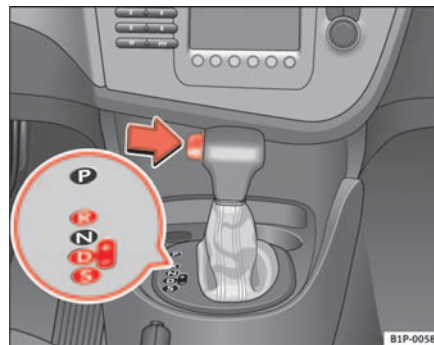

Abb. 121 Fahren
- Drücken Sie den Taster am Wählhebel (links am Wählhebel) ⇒ Abb. 121.